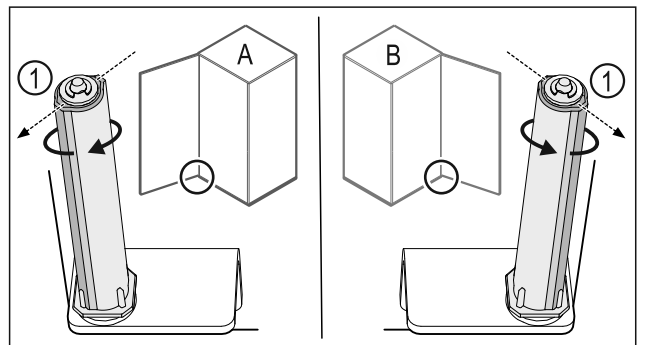

Fig. 42 左门挡(A) / 右门挡(B)
- ▶ 克服阻力转动关门系统，直至关门系统 Fig. 42 (1) 的连接片朝外。